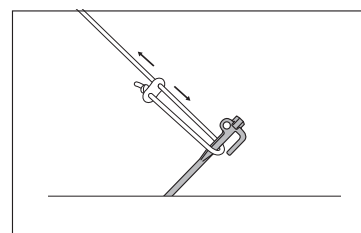

図7
⑤自在金具の位置を動かしながらロープの長さを調整し、タープ全体にシワがないようテンションをかけてください。(図7)